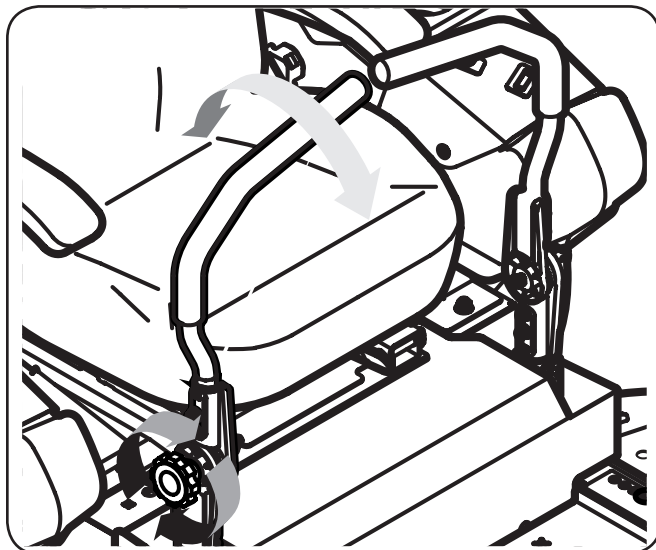

Figure 3-9
1. Desserrez le bouton de réglage situé sur le côté de chaque barre de conduite. Voir Figure 3-9.